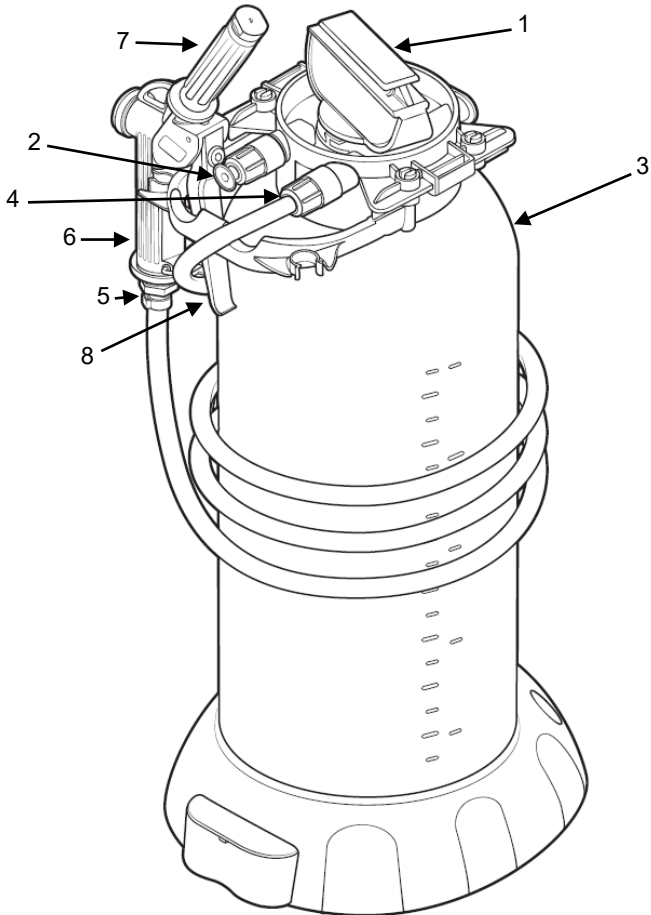

Abb. 3: Geräteteile
- Schrauben Sie den Spritzenstab vom Spritzengriff ab, vgl. Abb. 3.